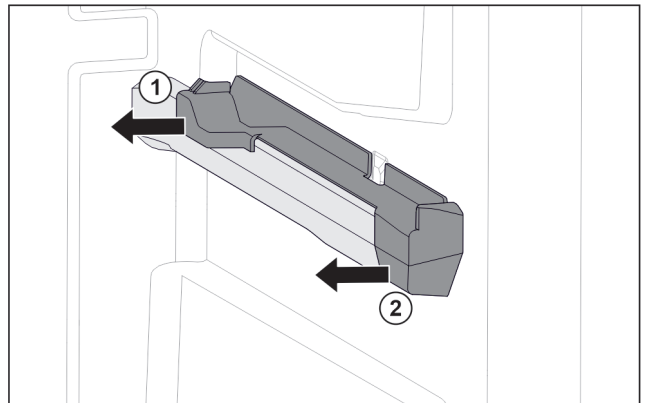

Fig. 61 Tillsats på den högra behållarens galler
- Dra bort tillsats i bak i sidled. Fig. 61 (1)
- Dra bort tillsats i fram i sidled. Fig. 61 (2)